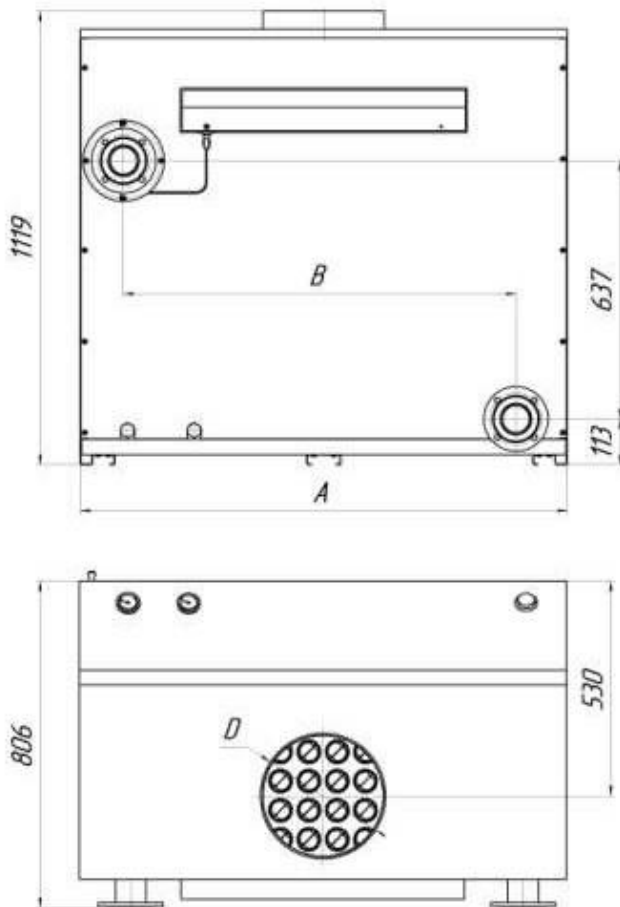

Рис. 3
8.5. Смесительно-распределительный узел системы «теплый пол» (поз.5 рис.3) позволит более четко контролировать температуру теплоносителя во всех ветках системы.
- 8.10. Для заполнения и подпитки системы к обратному трубопроводу подвести трубопровод от водопровода холодной воды с установкой вентиля (поз.11 рис.3).